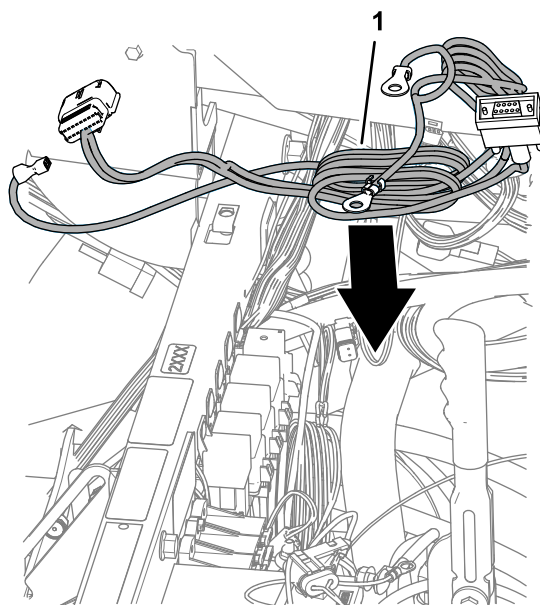

Рисунок 185
1. Разместите жгут проводов питания модема на машине, как показано на Рисунок 185.